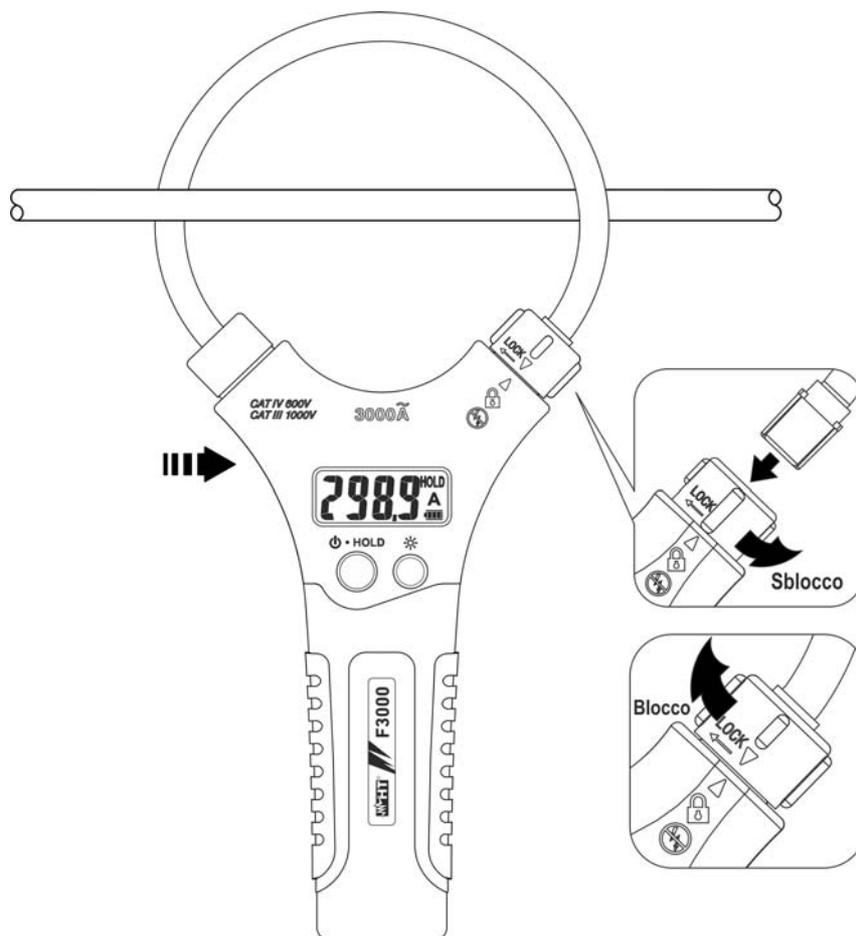

Fig. 2: Apertura/chiusura toroide flessibile
- Per ottenere le caratteristiche di precisione dichiarate per lo strumento posizionare sempre il conduttore il più possibile al centro del toroide (vedere Fig. 2)
- Tenere la mano al di sotto del display durante la misura come indicato nella freccia presente in Fig. 2
1. Ruotare di un quarto di giro in verso antiorario il connettore di fissaggio per sbloccare il toroide (vedere Fig. 2)
3. Reinscrivere il toroide nella sede e ruotare di un quarto di giro in verso orario il connettore di fissaggio fino ad allineare le due frecce presenti sulla plastica per bloccare il toroide (vedere Fig. 2)